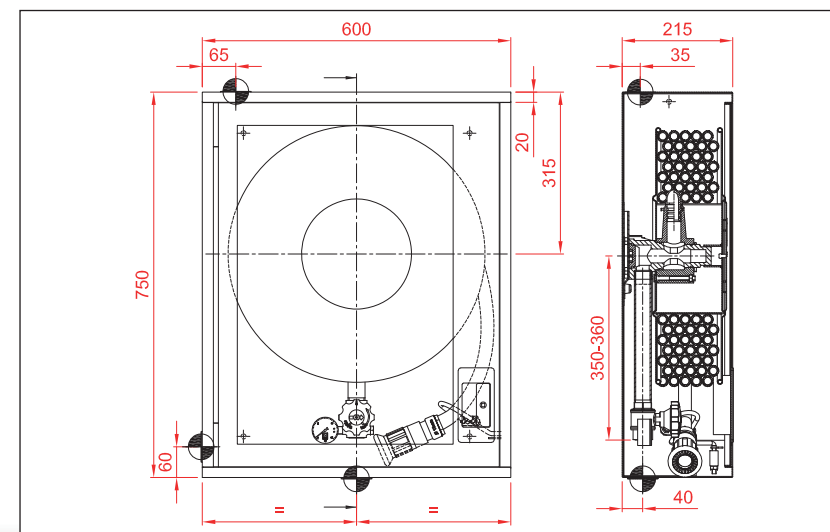

Fig.1
Fabricado en chapa y pintado en poliéster color, dimensiones 750x600x215 mm.(Fig.1), con puerta de cierre de resbalón. Metacrilato incluido en modelos de puerta semiciega.
1. Fijar la BIE en la pared mediante 4 tacos para hormigón (no suministrados), orientándola verticalmente (ver Fig.:1) y con la entrada de agua por la parte inferior del armario. La altura máxima recomendada para su instalación será aquella que asegure que la lanza y la válvula de paso de la BIE estén a una altura inferior de 1,5 m del suelo.